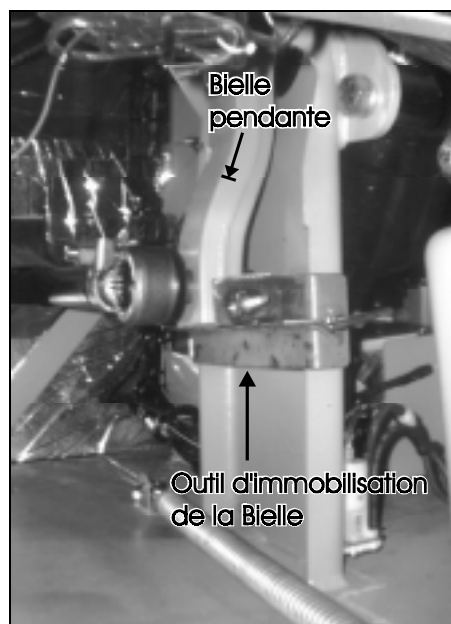

FIGURE 6 16085
5. Immobiliser la bielle en utilisant l'outil d'immobilisation (Fig. 6).